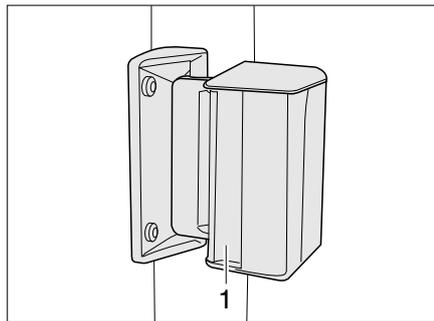

Bild 53 Schiebefenster
- Griff (Bild 53,1) drücken und gleichzeitig nach vorn oder hinten schieben oder ziehen.